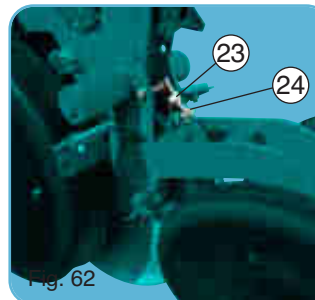

Fig. 62
Sur terrain trop humide, un bourrage au niveau de la roue est toujours possible, dans ce cas, escamoter la roue par le taquet (23) fig. 62. Si cette opération ne s'avérait pas suffisante, il faudrait enlever la roue seule, en laissant le cadre (4) sur l'élément. Le décroisseur (11) Greenflex réversible doit être surveillé de temps en temps, et réglé avec précision à l'aide de l'écrou (24) fig. 62.
In damp soil, a packing up of the wheel is always possible, in this case, retract the wheel using the latch (23) fig. 62. If this is not sufficient, the wheel only must be removed, leaving the frame (4) on the metering unit. The reversible Greenflex scraper (11) should be controlled from time to time and adjusted with precision using the nut (24) fig. 62.
Se utiliza la rueda aplomadora en tierras de preferencia, secas, con todo tipo de semillas. Con tierras demasiado húmedas, se pueden embarrar, en este caso, escamotear la rueda con el tope (23) fig. 62. Si con esta operación no se obtuviera satisfacción, proceder a quitar la rueda desando el marco (4) sobre el elemento. El quitabarros (11) Greenflex debe ser objeto de observación, de vez en cuando y regulado con precisión con la tuerca (24) fig. 62.
Su terrine troppo umidi, è possibile si verifichi un intasamento della ruota, in questo caso, disinserire la ruota tramite la tacca (23), fig. 62. Se questa operazione non è sufficiente, basta togliere solo la ruota, mantenendo il quadro (4) sul l'elemento. Il raschiatore (11) reversibile deve essere controllato di tanto in tanto e regolato con precisione con l'aiuto del dado (24), fig. 62.
- Position escamotée (fig. 62).
- Retracted position (fig. 62).
- Posición de escamoteado (fig. 62).